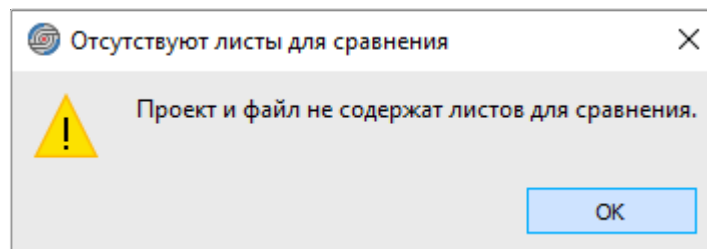

Рисунок 233. Предупреждение об отсутствии листов для сравнения
- 1) При загрузке файла с листами документов которых нет в открытом проекте, выводится предупреждающее сообщение (см. рисунок 233);